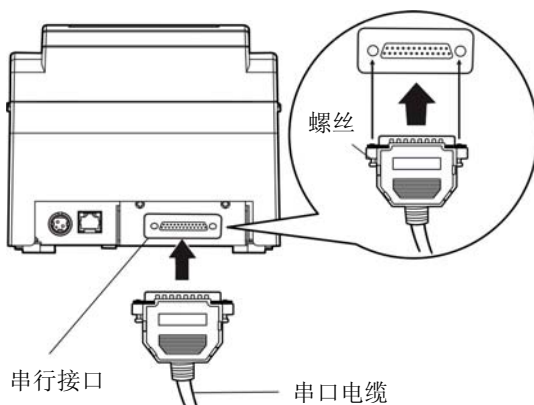

图 2-5 连接串口电缆
1. 关闭计算机和打印机电源开关，将串口电缆插头连接到打印机的串行接口，拧紧插头两侧的螺丝，固定串口电缆（如图 2-5 所示）。